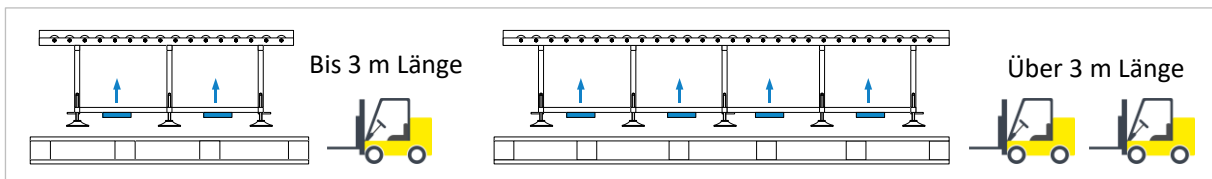

Abbildung 4: Herunterheben von der Palette mit Gabelstapler
- Führen Sie die entsprechend breit eingestellten Gabeln an den in ⇒ Abbildung 4 (links) markierten Stellen zu.
- Führen Sie die entsprechend breit eingestellten Gabeln an den in ⇒ Abbildung 4 (rechts) markierten Stellen zu.